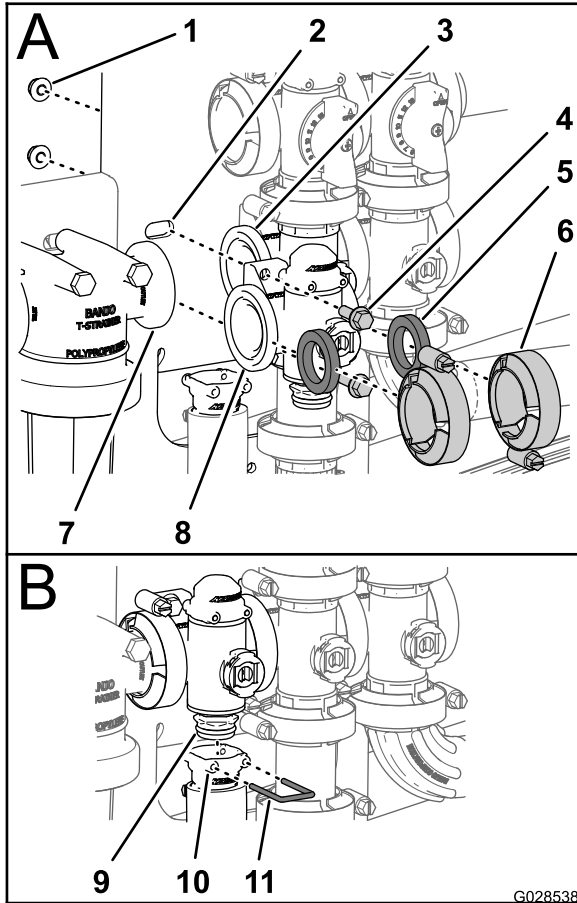

図 111
1. 散布量制御バルブマニホールドのフランジと圧力フィルタヘッドとの間に、ガスケット枚を入れる 図 111; A。
3. 散布量制御バルブマニホールドのフランジと攪拌バルブのマニホールドとの間に、ガスケットを入れる 図 111; A。
5. 散布量制御バルブをバルブマウントに組み付ける 図 111; A; フランジヘッドボルト 2本、フランジロックナット 2個 を使用するが、これらはステップ 3 散布量制御マニホールドバルブの取り外し (ページ 69) で取り外したものを利用する、ボルトとナットを 10-12 N·m 1.0-1.2 kg/cm² = 90-110 in-lb にトルク締めする。
6. 出口フィッティングを、散布量制御バルブ用のマニホールドの底部にあるカップリングのフィッティングに取り付ける 図 111; B。
7. 出口フィッティングのソケットにリテーナを入れて出口フィッティングのカップリングを固定する 図 111; B。